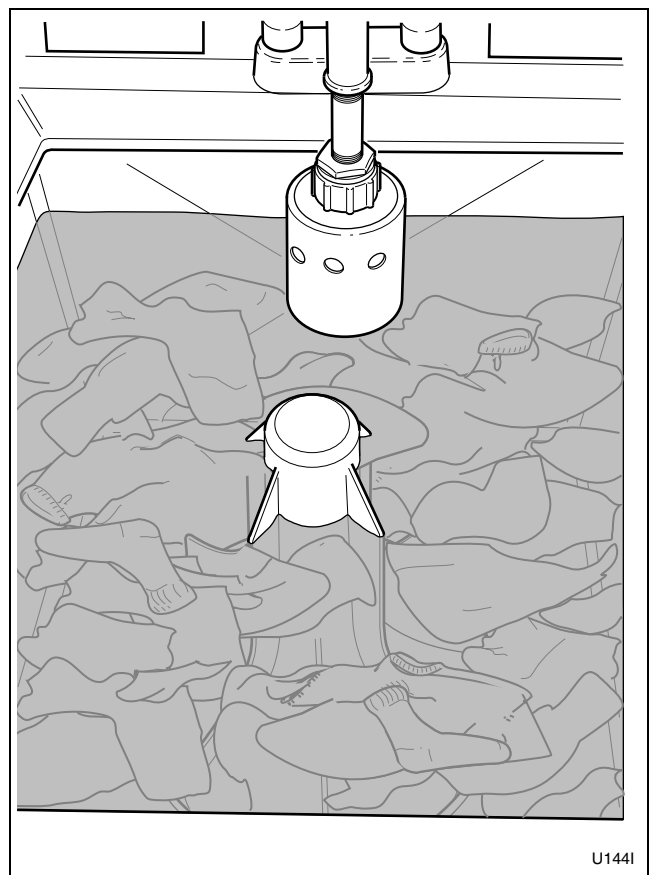

Figura 9
6. Coloque en el compartimiento los artículos a lavar. Distribúyalos bien alrededor del agitador. Consulte la *Figura 9*.